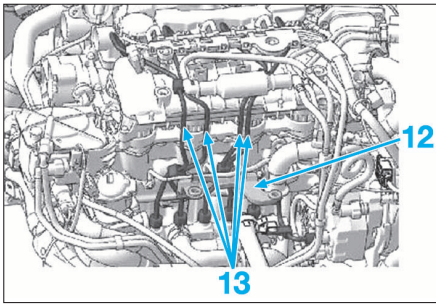
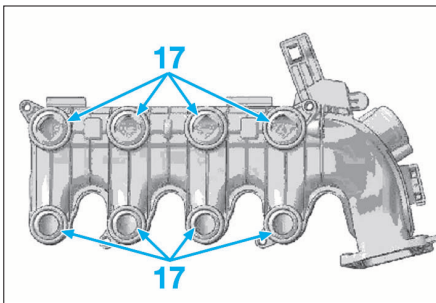

FIG. 40
FIG. 41
- Déposer les canalisations (10) et (11), ainsi que les canalisations de retour injecteur.
- Déposer les canalisations (13) (Fig.40).
- Ecarter le faisceau des bougies de préchauffage de support boîtier filtre à air (12).
- les fixations (14) (Fig.41).
- les fixations (15) du collecteur d'admission.
- les fixations (16) et le système d'admission intégré supérieur.